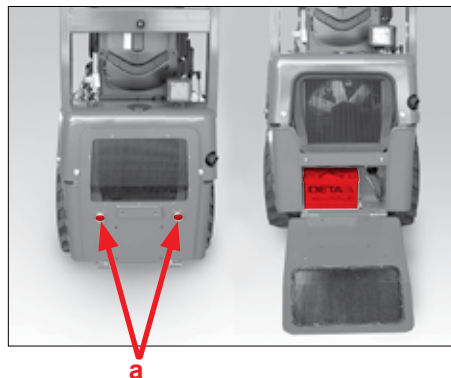

Fig. 109
Batteriet har en nominel spænding på 12 volt, batterikapaciteten er 77 Ah. Batteriet sidder i læsserens bagvogn (Fig. 109). Der er adgang til, når hækpladen klappes op. Skru de to ringmøtrikker til bugseringsanordningen af pos. a (Fig. 109).
5. Skru de to ringmøtrikker på bugseringsanordningen pos. a (Fig. 109) af.
6. Åbn bagpladen (Fig. 109).